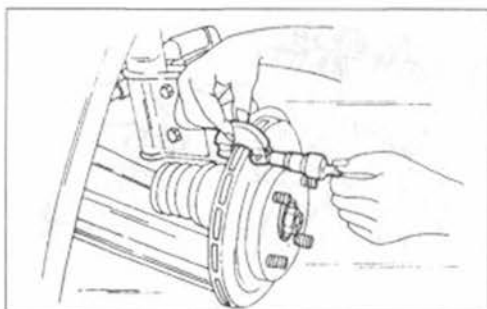

Рис.224.
- Замерить толщину тормозных дисков, чтобы проверить, что ни в каком месте нет разницы больше чем 0,07 мм. Для измерений применяется микрометр, как это показано на рис.224, или штангенциркуль. Минимальная толщина зависит от размера установленного обода. При диаметре обода 13 дюймов минимальная толщина составляет 18,0 мм; при диаметре 14 или 15 дюймов толщина не может